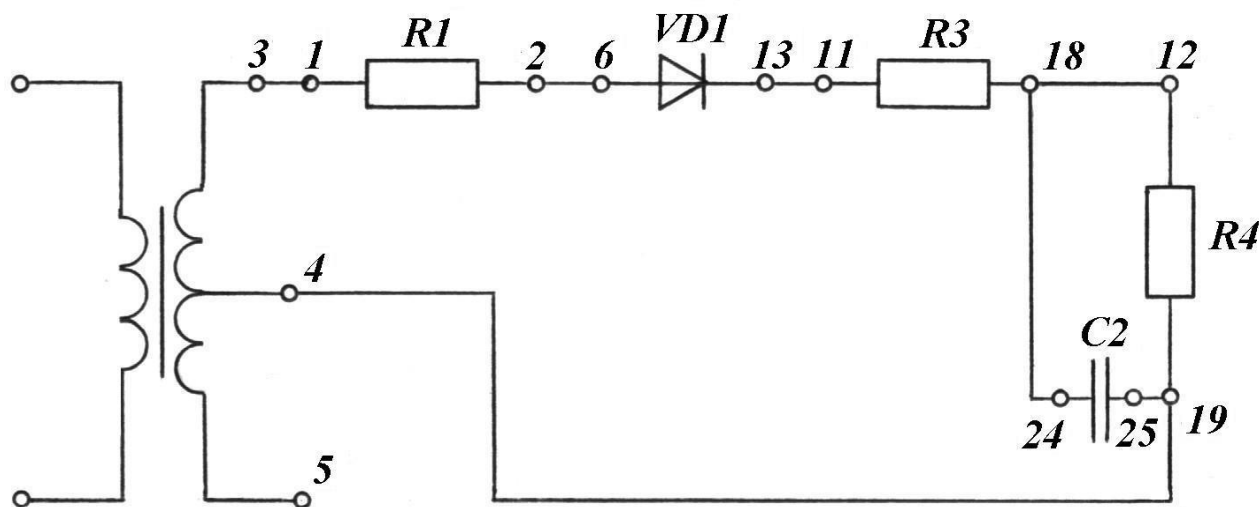

Рисунок 10.3 – Схема однополупериодного выпрямителя с активно-емкостной нагрузкой
2.1. Используя собранную предыдущую схему, дополнительно подключить параллельно нагрузке R_4 , конденсатор C_2 (рисунок 10.3).